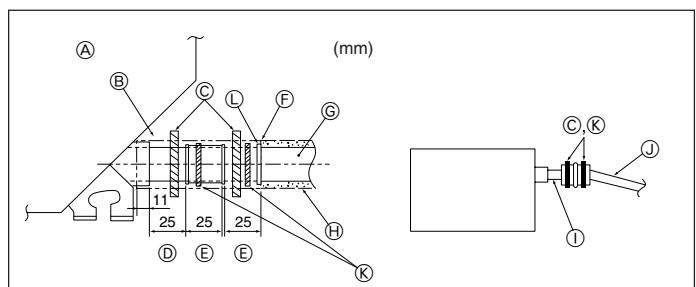

Fig. 3-5
1. Raccorder la prise d'écoulement (fourni avec l'appareil) au port de drainage. (Fig. 3-5)